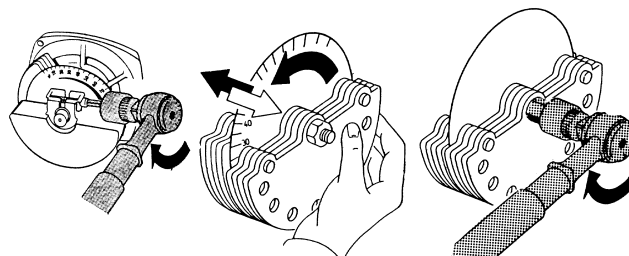

Fig. 31
- Once the eccentric weight has been set to the required value, tighten the fixing screw or nut with a torque wrench (Fig. 31) and repeat this operation on the opposite weight (consult the «Clamping torque for fixing screws» tables for the relative clamping torques).
WARNING: weight regulation (number Nr of fixed weights per side, number Nr of adjustable weights per side and maximum percentage adjustment $P_{MAX}\%$ of the adjustable weights) and the connection made in the terminal board (star Y or delta Δ) for each mod. ITV-VR electric vibrator, depend on the variation range of the required powering frequency (Hz) - Fig. 31 bis (consult the terminal board wiring diagram). Contact the technical staff of Italvibras if different adjustments are required.
- Une fois que la masse excentrique a été placée sur la valeur désirée serrer au moyen de la clé dynamométrique (Fig. 31) la vis de fixation ou l'écrou et répéter la même opération sur la masse opposée (pour le couple de serrage voir les tableaux «Couples de serrage des vis de fixation des éléments du motovibrateur»).
- Una vez que llevamos la masa excéntrica al valor deseado, ajustar con la llave dinamométrica (Fig. 31) el tornillo de fijación o la tuerca y repetir la misma operación con la masa opuesta (para lo relativo a los pares de torsión ver las tablas «Pares de